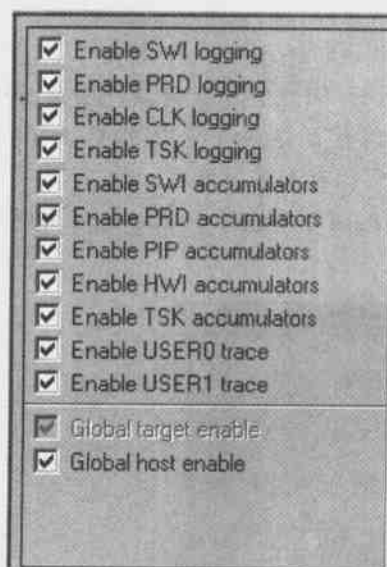
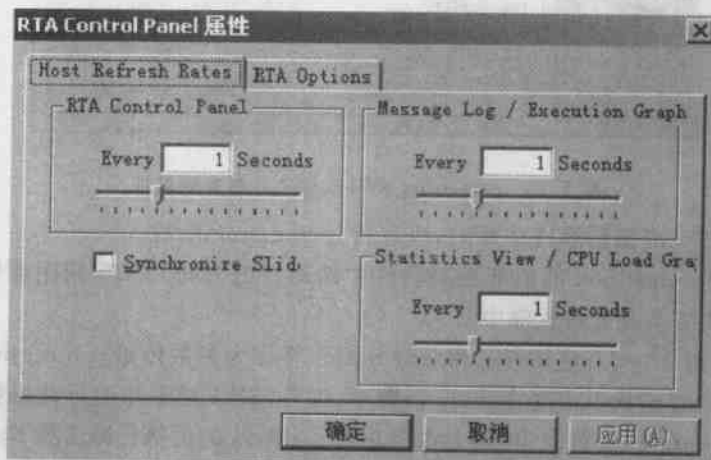

图 7.23 RTA Control Panel
图 7.24 RTA Control Panel 的属性设置
(1) 执行菜单命令 File → Load Program, 在 volume2 目录下选择刚生成的 DSP 程序 VOLUME.OUT。
(2) 执行菜单命令 Debug → Go main, 程序执行到 main 函数的第一行。
(3) 执行菜单命令 DSP/BIOS → RTA Control Panel, 可在 CCS2 窗口下端观察到一系列仪表类型。在缺省状态下, 所有的仪表都是使能的, 如图 7.23 所示。
(4) 执行菜单命令 DSP/BIOS → Execution Graph, 执行图(execution graph)出现在 CCS2 窗口下方。
(5) 在 RTA Control Panel 窗口内右击, 并在弹出的菜单中选择 Property Page, 确保 Message Log/Execution Graph 的 Refresh Rate 为 1, 如图 7.24 所示。单击“确定”按钮。